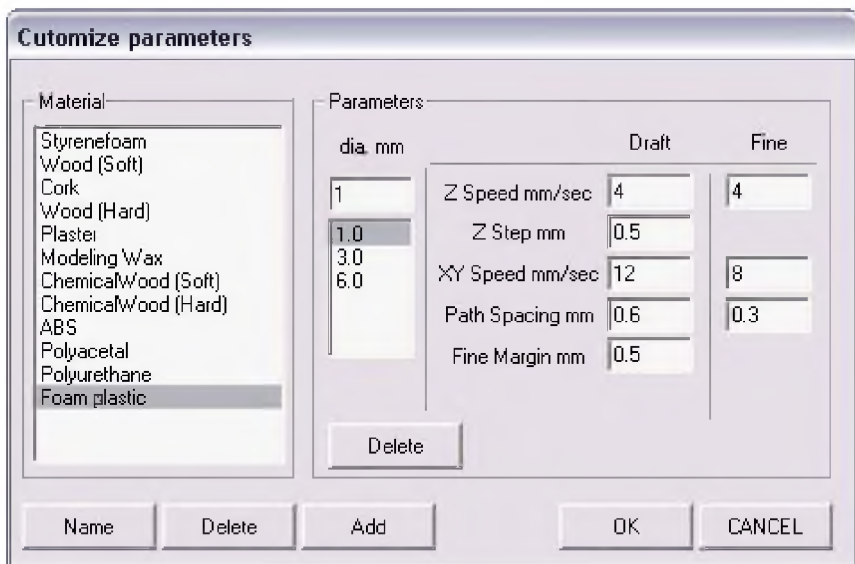

Рис. 8. Окно **Customer parameters...**
17. В меню **Options** выберите пункт **Customer parameters...** В появившемся окне **Customer parameters** (рис. 8) нажмите на кнопку **Add** (добавить). В окне **Enter name** (ввод имени) наберите “Foam plastic” (пенопласт). Нажмите кнопку **OK**.